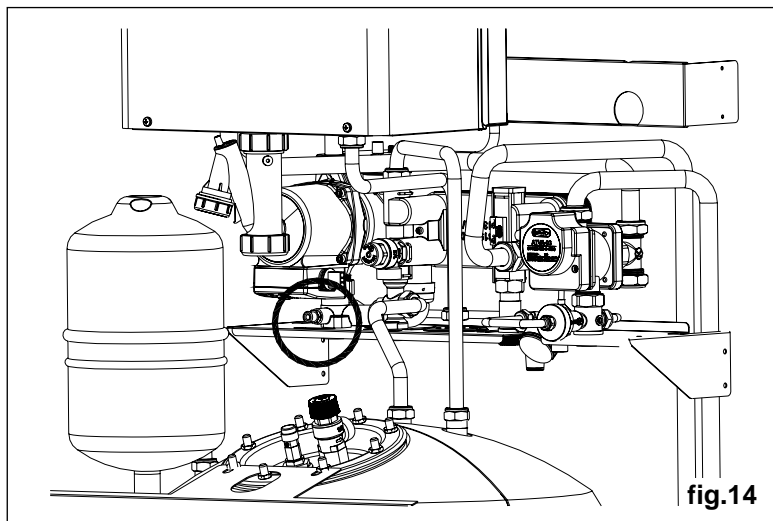

fig.14
**-Pour vidanger uniquement la chaudière, fermer les robinets départ/retour du circuit de chauffage. Ouvrir le robinet de vidange (fig.14) placé dans le collecteur de la pompe sur la partie inférieure de la chaudière.**